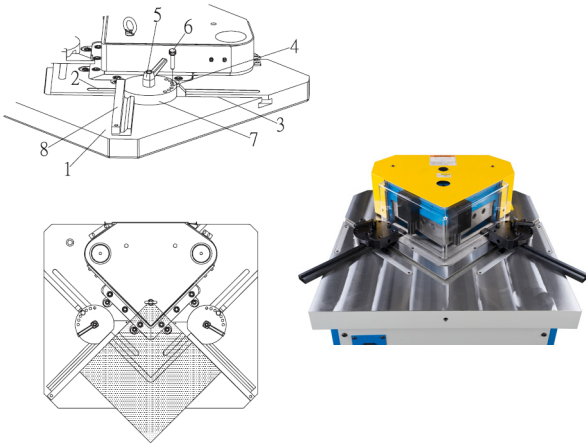
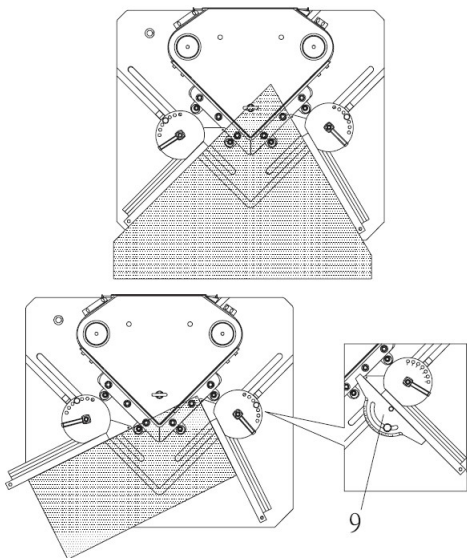

Abb. 23: Anschläge
Abb. 24: Einstellen der Anschläge
Schritt 3: Lösen Sie den Klemmgriff 5 (Abb.23) und schieben Sie den Anschlag bis auf die nötige Werkstücklänge hinaus.
Schritt 5: Stellen Sie den linken und rechten Anschlag 8 (Abb.23) ein um das Werkstück auf die Arbeitsreferenz einzupassen (Abb.24 und 25).